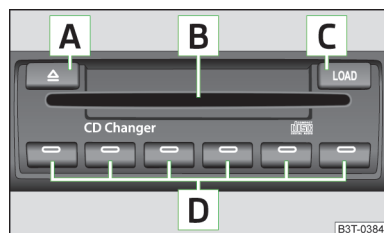

Fig. 114
► Pulsar la tecla [C] » fig. 114 e introducir el CD (Compact Disk) en la cavidad para CD [B]. El CD se coloca automáticamente en la posición libre más baja del reproductor de CD. El testigo de control de la tecla correspondiente [D] deja de parpadear.
► Mantener la tecla [C] » fig. 114 pulsada durante más de 2 segundos e introducir todos los CD, uno tras otro (máximo 6 CD), en la cavidad para CD [B]. Los testigos de control en las teclas [D] dejan de parpadear.
► Pulsar ligeramente la tecla [C] » fig. 114. Los testigos de control en las teclas [D] se iluminan donde las posiciones de memoria están ocupadas y parpadear donde las posiciones de memoria siguen libres.
► Pulsar ligeramente la tecla [A] » fig. 114 para expulsar un CD. Para las posiciones de memoria ocupadas se iluminan los testigos de control de las teclas [D].
► Mantener pulsada la tecla [A] » fig. 114 más de 2 segundos. Todos los CD del reproductor de CD son expulsados uno tras otro.
- Introducir un CD, con la cara impresa hacia arriba, en la cavidad para CD [B] » fig. 114 hasta que se introduzca del todo automáticamente. La reproducción se inicia automáticamente.